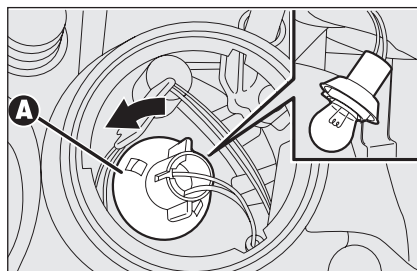

fig. 25
- ☐ tourner le porte-ampoule dans le sens inverse des aiguilles **A-fig. 25**, enlever l'ampoule et la remplacer;
- ☐ remonter la nouvelle ampoule puis raccrocher le ressort de retenue de l'ampoule **B-fig. 25**;